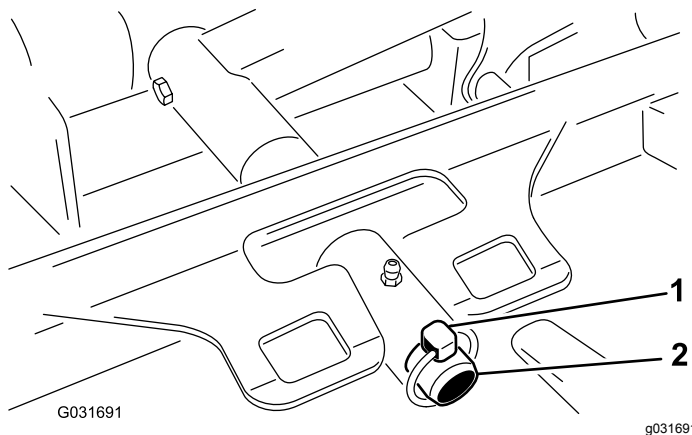

Bild 79
3. Entfernen Sie den Klappstecker, mit dem der Mähwerk Trägerrahmen am Gelenkstift des Hubgestänges befestigt ist (Bild 79).
3. Schieben Sie den Mähwerkträgerrahmen auf den Lagerbolzen des Hubarms und befestigen Sie ihn mit dem Klappstecker (Bild 79).